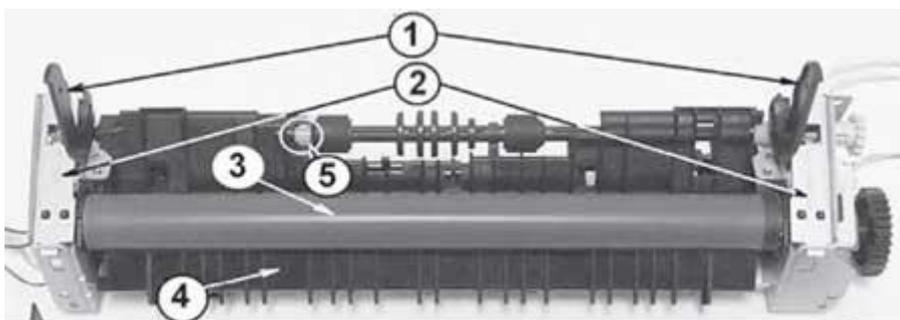

Рис. 12. Состав узла термозакрепления в сборе с выходным валом транспорта бумаги
- рычаги прижима (рис. 12, поз. 1);
3. Снимают прижимные пластины в сборе с пружинами (рис. 12, поз. 2). Пластины промаркированы буквами L (левая) и R (правая).
3. Перемещают вал вправо вместе с левым бушингом (рис. 12, поз. 5) до выхода бушинга с посадки, приподнимают левую сторону вверх и, переместив вал влево, вынимают его.